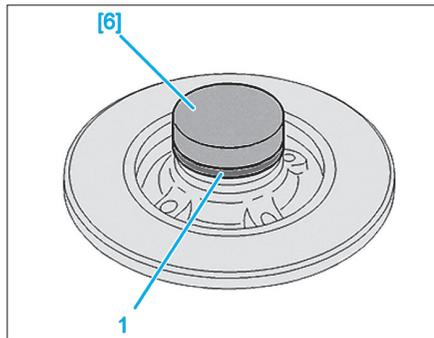

Fig. 52
- A l'aide de l'outil [6], mettre en place la cible d'antiblocage (Fig.52).